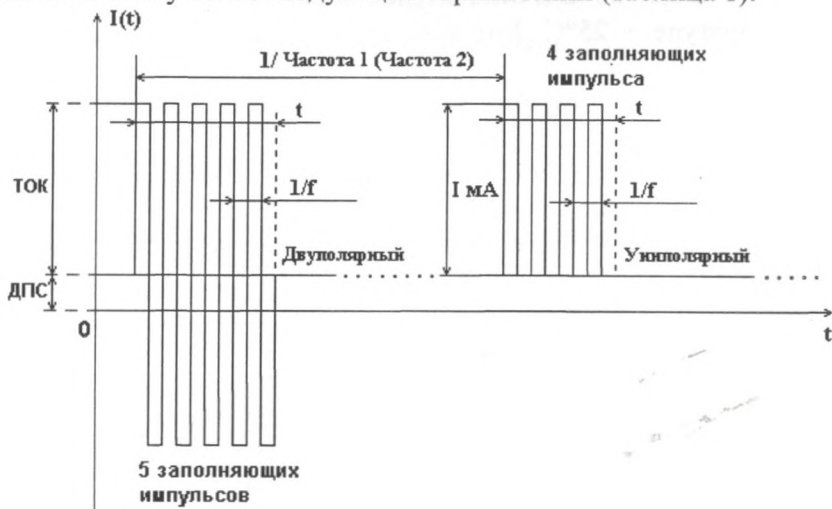

Рис. 1. Выходной электрический сигнал аппарата.
1.3.10. Форма импульса: прямоугольная (рис. 1). Длительность фронта и среза импульса не более 30 мкс.